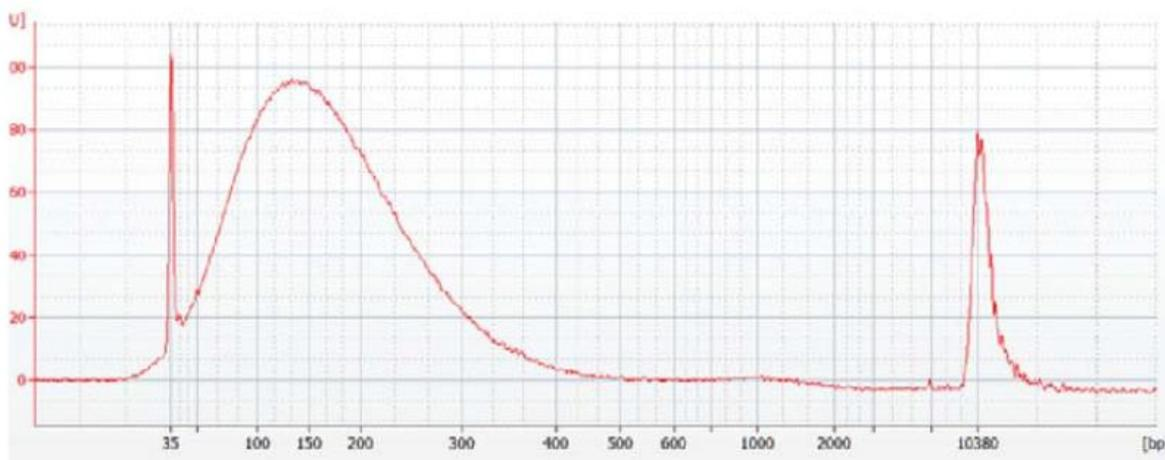

図 10 断片化した gDNA のバイオアナライザ 高感度 DNA アッセイ による泳動図。
9. 結果をチェックします。図 10 のように、120-150 bp 付近の位置にピークトップがあることを確認します。また測定された濃度が 4 ng/ μ L (トータルの DNA 量が 200 ng) を大きく超えていないかどうか確認してください。